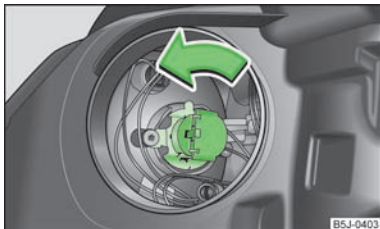

Abb. 146
- › Den Stecker mit der Glühlampe bis zum Anschlag **entgegen** dem Uhrzeigersinn drehen » Abb. 146 und herausnehmen.